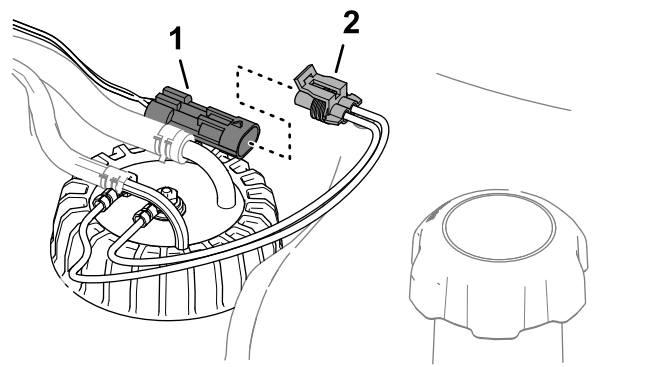

Figure 125
6. Débranchez le connecteur du faisceau du transmetteur de niveau de carburant sur le connecteur du faisceau de la machine (Figure 125).